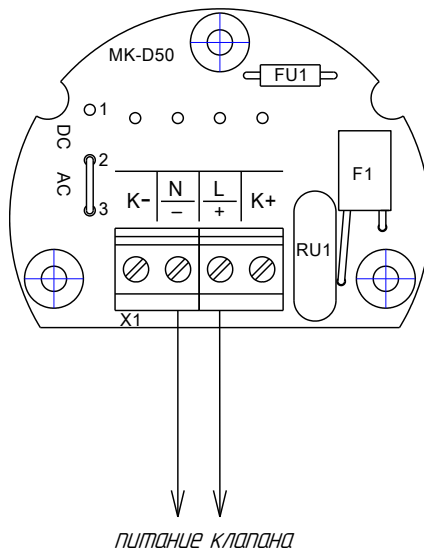

Рис. 5 Модуль клеммный
- вставить жилы двух проводов питающего кабеля в клеммные зажимы «X1» модуля клеммного 1 (рис. 5: клеммы L, N или +, -) и плотно закрепить, завернув винты;
Внимание: Обратит внимание на правильность подключения! Подключение провода питания к клеммным зажимам K+, K- клеммной колодки X1 модуля клеммного (рис. 5) или к клемме заземления, приведет к выходу из строя привода.